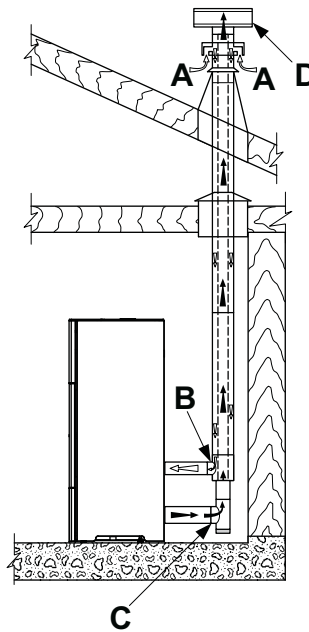

fig. 5.5
- canalizzare l'aria comburente sfruttando un tubo di scarico coassiale per l'espulsione dei fumi ed il prelievo dell'aria; pertanto non è necessario fare una classica presa d'aria nel locale (fig. 5.5 A,B=Ingresso aria C,D=Uscita fumi);
Nel caso di installazione di una stufa a pellet della serie “Ermetica” è possibile utilizzare uno specifico tubo coassiale che consenta sia l'espulsione dei fumi che la canalizzazione dell'aria comburente dall'esterno (fig. 5.5 A,B=Ingresso aria C,D=Uscita fumi).